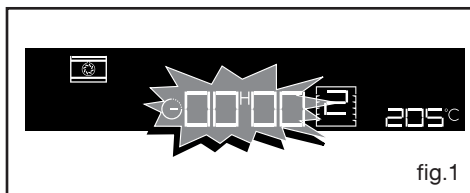

fig.1
- Appuyez 1 fois sur la touche \ominus (fig.1).